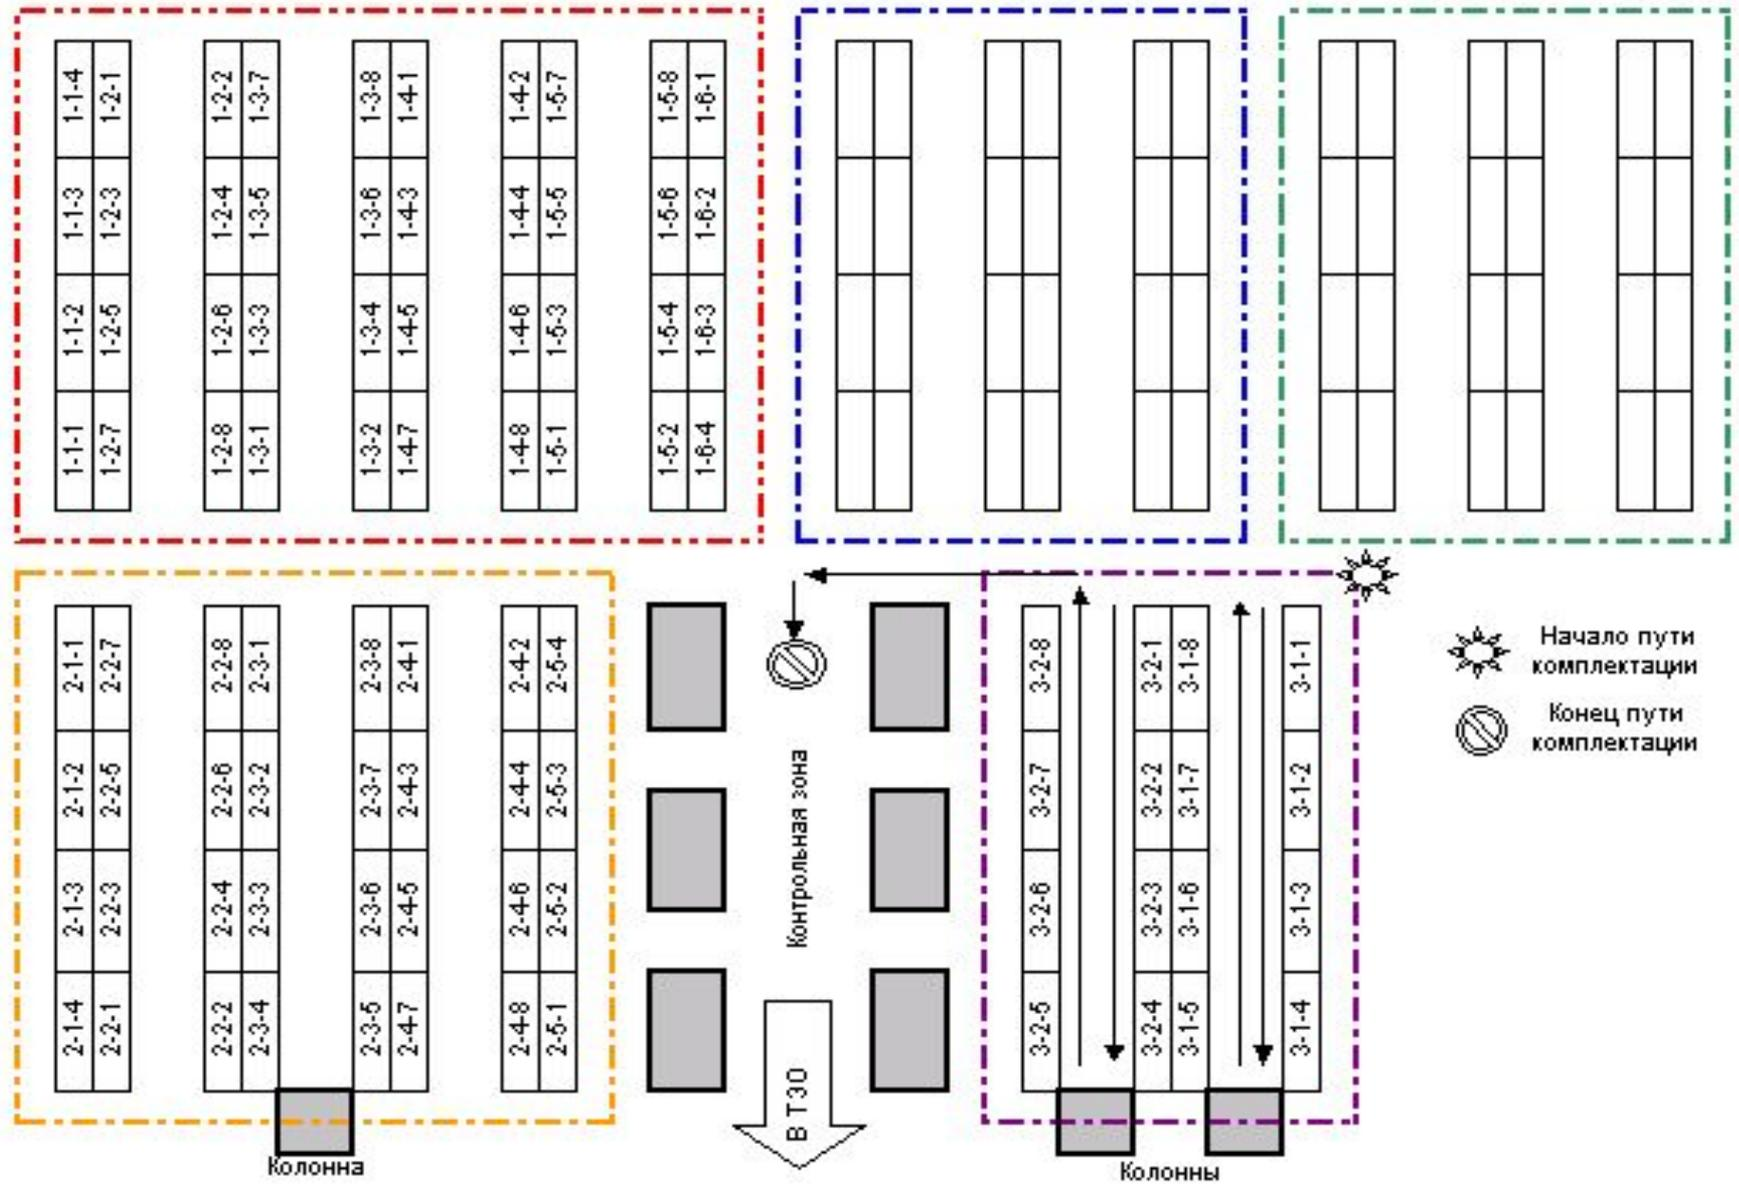

Рисунок 3 «Система сборки заказа путем «челночного» захода в места хранения товара из основного прохода склада»
Если два ряда стеллажей находятся по обе стороны от прохода, то оптимальным в этом случае будет указать номер прохода. Стеллажи **слева получают нечетные номера**, а стеллажи **справа – четные номера**. В данном случае сборщик собирает товар с двух рядов стеллажей за один проход, а не за два (пробег уменьшается вдвое) (Рис. 3).
**«Челночная»** - система сборки заказа путем «челночного» захода сборщика в места хранения товара из основного прохода склада **(Рис. 3 «Зона 3»)**.